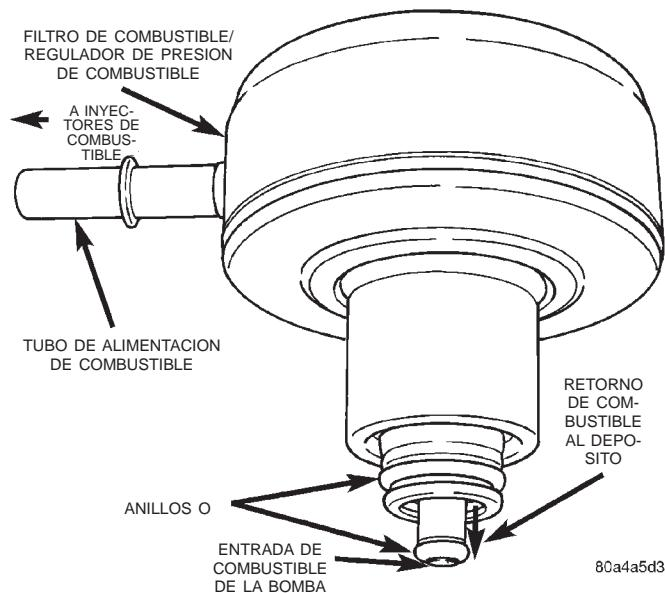

Fig. 23 Anillos O del filtro de combustible/regulador de presión de combustible
(7) Antes de descartar el conjunto de filtro/regulador, inspeccione el conjunto para verificar que los anillos O (Fig. 23) están intactos. Si el más pequeño de los dos anillos O no se encuentra en la parte inferior del filtro/regulador, puede que sea necesario sacarlo del conducto de admisión de combustible en el módulo de la bomba de combustible.